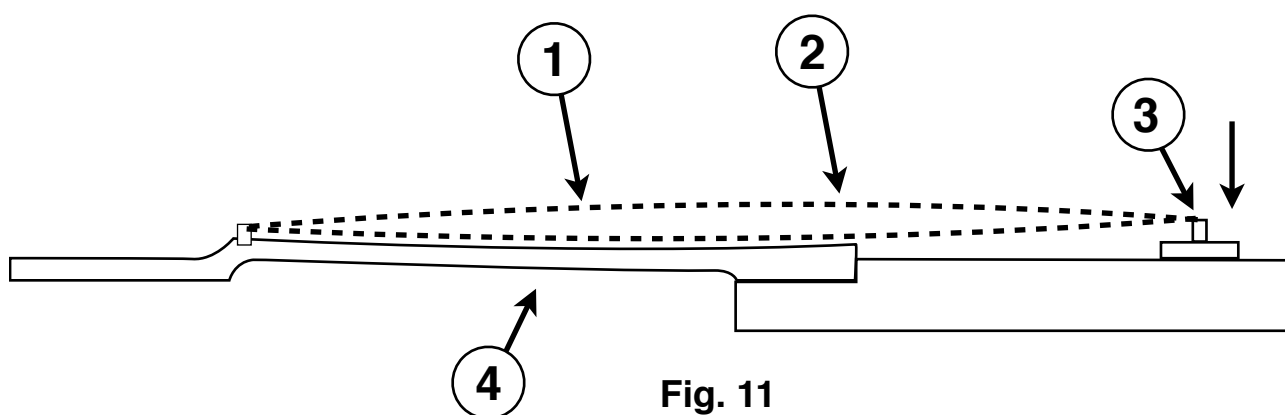

Fig. 11
Para prevenir este problema lo que se hace es darle un pequeño arco **Fig. 11**. al mástil ④ de modo que se acomode a la forma natural de las cuerdas cuando vibren Así conseguimos que nuestro bajo no trastea, podemos bajar las cuerdas en el puente ③ y conseguimos una altura mas uniforme de las cuerdas sobre el mástil ① ② , lo que proporciona sensación de confort a lo largo de todo el mástil sin comparación con un mástil ajustado completamente recto.